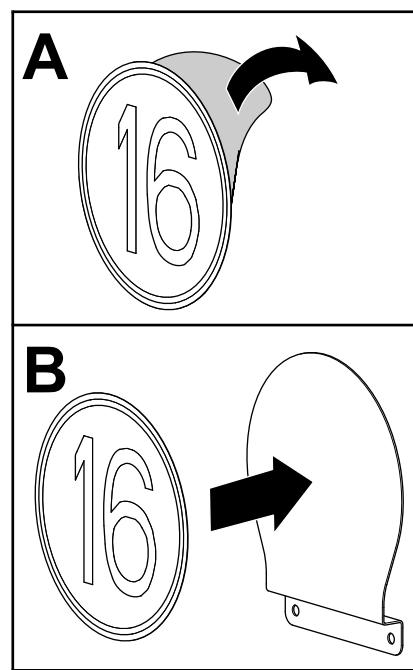

Figura 49
1. Rimuovete il supporto da un adesivo di velocità (Figura 49).
2. Allineate l'adesivo al segnale di velocità come illustrato nella Figura 49.